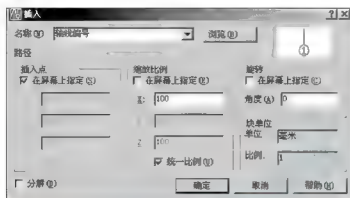

图 4.123 【插入】对话框
(1) 插入定位轴线编号: 1:1 模板内的图块是按照 1:1 的比例制作的,所以插入到 1:100 的剖面图内时,须将图块沿 X、Y 方向等比例放大 100 倍。
① 在命令行输入“I”后按 Enter 键,打开【插入】对话框。按照图 4.123 所示设置对话框,然后单击【确定】按钮关闭对话框。